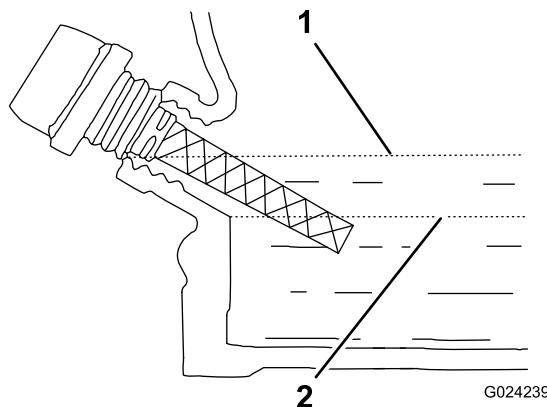

Figura 18
**Nota:** Se il livello dell'olio è prossimo o inferiore al limite inferiore indicato sull'asta, aggiungete soltanto l'olio sufficiente ad aumentare il livello fino al limite superiore indicato (bordo inferiore del bocchettone di riempimento dell'olio); fate riferimento a Figura 18. Controllate nuovamente il livello dell'olio. Non riempite troppo la coppa.